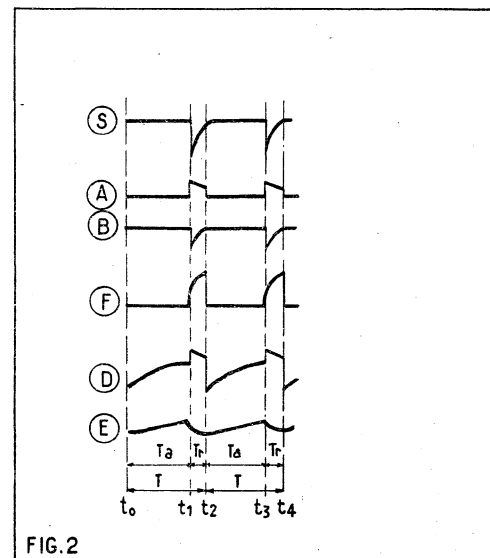

FIG.2
La figure 2 montre la forme des signaux que l'on peut voir sur l'écran d'un oscilloscope cathodique.
Revenons maintenant à la figure 2. La durée d'une période étant T , pour l'image, $T = 1/50 \text{ s} = 2/100 = 0,02 \text{ s}$.
Les oscillogrammes de la figure 2 correspondent à deux périodes. Pour les obtenir il faut régler la base de temps de
b) Impossibilité de synchroniser. Vérifier d'abord à l'oscilloscope que la grille reçoit le signal à impulsions négatives ayant la forme indiquée par la figure 2 en S ou B.
V_1 étant la première lampe, elle reçoit à la grille, par l'intermédiaire de C_1 , R_1 , C_2 et C_3 , un signal de synchronisation à impulsions négatives comme « S » de la figure 2.
Ces signaux sont négatifs (voir fig. 2 S) à l'entrée, positifs à la plaque de V_1 et à la grille de V_2 , négatifs à la plaque de V_2 .